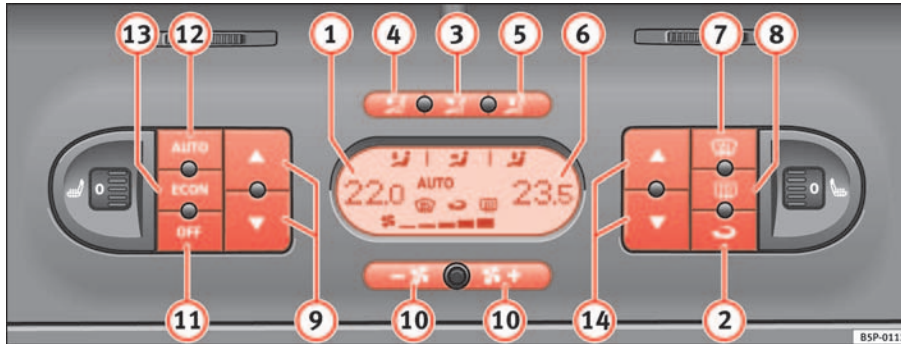

Abb. 126 In der Instrumententafel: Bedienelemente 2C-Climatronic
- Drücken Sie eine der Tasten ⇒ Seite 159, Abb. 126 (3) bis (5), die Taste **ECON** oder drücken Sie die Gebläsetasten (10). Am Display erlischt das Symbol **AUTO**.
- Drücken Sie die Taste  ⇒ Seite 159, Abb. 126 , um den Umluftbetrieb ein- oder auszuschalten. Bei eingeschaltetem Umluftbetrieb erscheint am Display das Symbol .